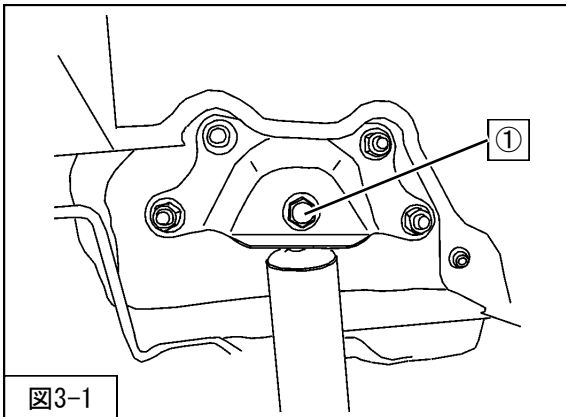

図3-1
①リアショックアブソーバASSYアッパー取付ボルトを取外してください。（図3-1）